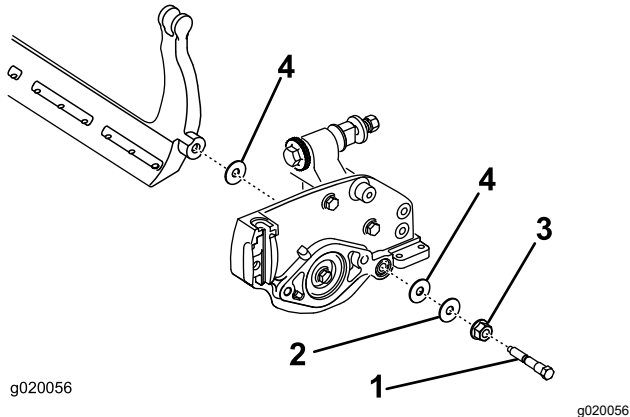

図 19
ベッドバーの両端にそれぞれナイロンワッシャ2枚とスチールワッシャが1枚ずつあるので注意する 図 19。
3. サイドプレートのボスの両側にナイロンワッシャを入れる。その外側からスチール製ワッシャを取り付ける 図 19。